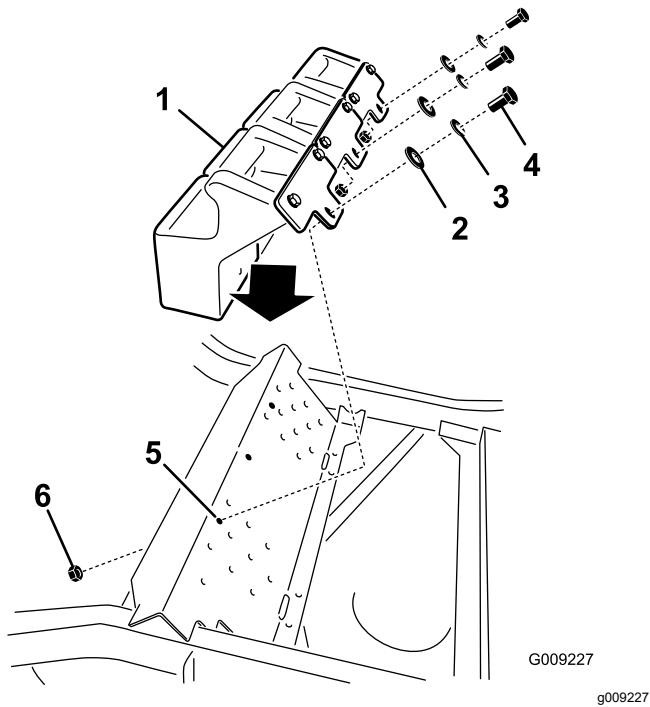

Figura 35
5. Montate i pesi anteriori sopra il poggiapiedi (Figura 35).
6. Fissate le zavorre anteriori sopra al poggiapiedi e alla staffa di montaggio con 6 bulloni ($\frac{3}{8}$ " x 1"), 6 rondelle di bloccaggio ($\frac{3}{8}"), 3 dadi flangiati ($\frac{3}{8}$ ") e 6 rondelle piane ($\frac{3}{8}"), come illustrato nella Figura 35.$$